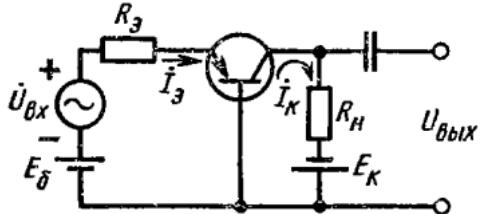

Рис. 2.19
- 2.20. Данна схема, изображенная на рис. 2.19. Известно, что транзистор работает в активном режиме. Предполагая, что сопротивление резистора  $R_3$  достаточно велико по сравнению с сопротивлением эмиттерного перехода и что сопротивление коллекторного перехода  $r_k \gg R_h$ , найти коэффициент усиления по напряжению  $K_U$ .